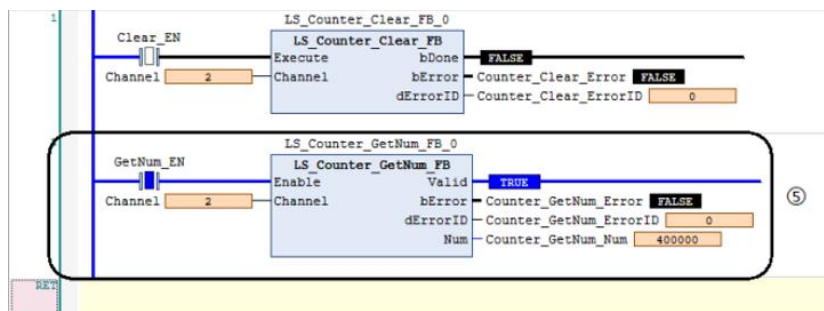

图 10.16 计数器的运行情况
- ① 设置相对运动距离为 100000，计数器通道选择为通道 2
- ② 对计数器进行清零操作
- ③ 触发计数器功能块进行计数、设置脉冲硬件限位无效及轴使能
- ④ 触发脉冲输出功能块进行脉冲输出，输出完成后复位，图 10.16 为计数器模块运行的结果。图中标注的模块解释如下
- ⑤ 计数器成功对输出脉冲数进行计数，由于计数器设置为 AB 相 4 倍频，所以计数值为 400000，计数器计数成功